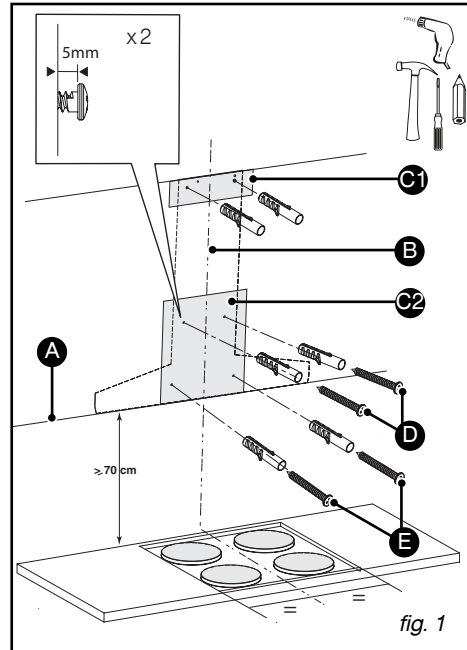

fig. 1
- Mål og aftegn en vandret linje på mindst 70 cm fra kogeboardet (A/fig.1).
- Mål og aftegn en lodret linje (B/fig.1) på væggen, som er centreret i forhold til kogeboardet og op til loftet, indtil enden af den vandrette streg (A).
- Skær boreskabelonen ud ved at følge den stiplede linje for at opnå to dele, nemlig C1 og C2 (fig.1).
- Placer skabelon C2 (fig. 1) på væggen ved at lægge strengen, som repræsenterer emhættens akse, på den lodrette streg B (fig.1), der blev tegnet lige før.
- Placer skabelon C1 (fig. 1) mod væggen og op mod loftet.
- Stram de 2 skruer oven over emhætten (D/fig.1) i 5 mms dybde.
– Fastgør aftræksrammen af metal mod væggen op mod loftet ved hjælp af de 2 skruer (fig. 1).